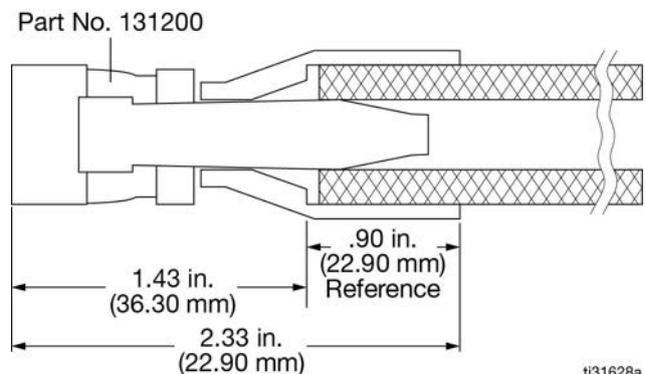

FIG. 62
Une fois déterminée la longueur de tuyau nécessaire à l'installation, monter le raccord tournant réutilisable, référence 131200 (inclus avec le tuyau) sur l'extrémité nue du tuyau (FIG. 62). Suivre les instructions relatives à l'assemblage du tuyau principal dans le chapitre **Assemblage du tuyau de conduite principale**, page 69.
3. Ajouter 1,43 pouces (36,30 mm) à la longueur de tuyau totale pour correspondre à la profondeur de la douille après l'avoir montée à l'extrémité du tuyau (FIG. 62).